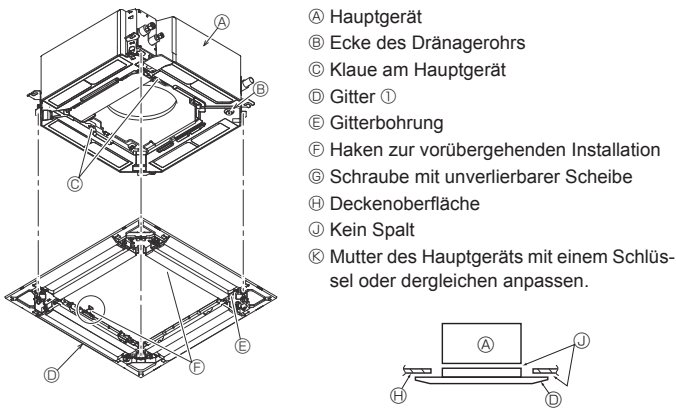

Fig. 9-6
- Ⓓ Gitter ①
9.4.2. Vorübergehende Installation des Gitters (Fig. 9-6)
- Das Gitter durch Anziehen der vorinstallierten Schrauben am Hauptgerät fixieren. (Fig. 9-6)
Darauf achten, dass sich zwischen dem Hauptgerät und dem Gitter oder zwischen dem Gitter und der Deckenoberfläche kein Spalt befindet. (Fig. 9-6)